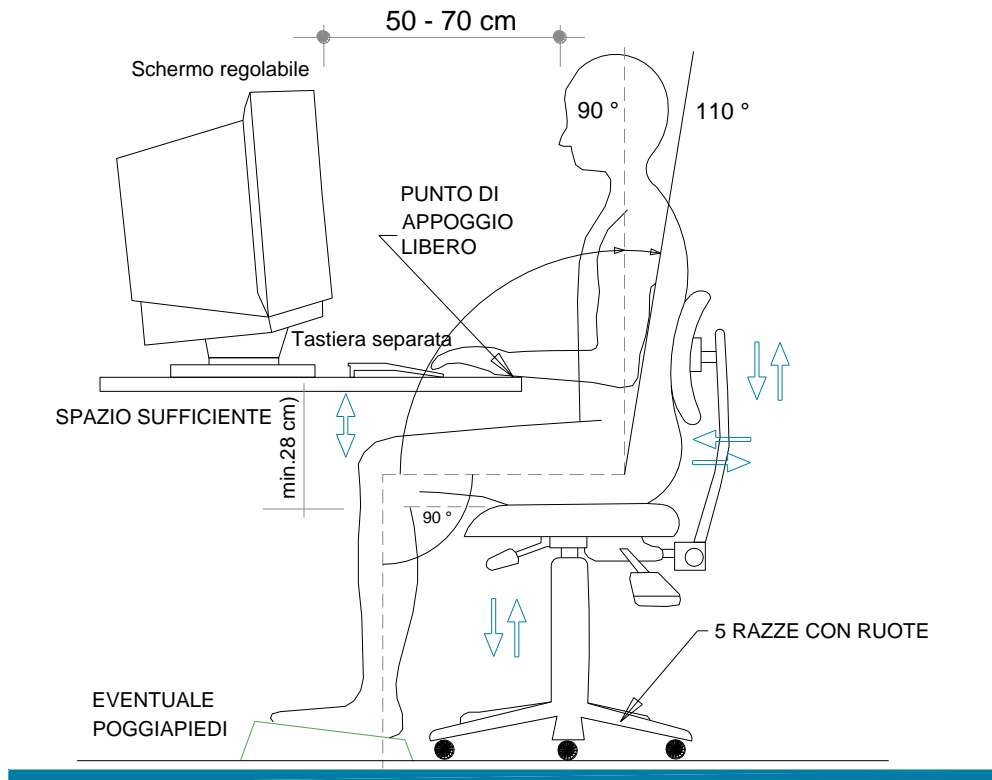

Figura 1 – POSTO DI LAVORO
- ✚ Con gli schermi comunemente in uso è consigliabile una distanza visiva compresa tra 50 e 70 cm (vedi figura 1). Per gli schermi molto grandi, è consigliabile una distanza maggiore.